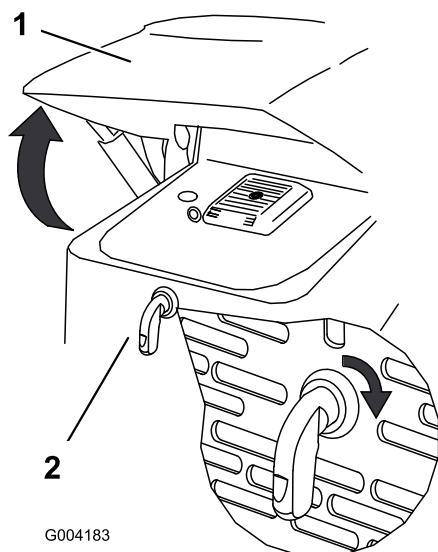

Figure 16
1. Tournez le verrou du capot dans le sens horaire (Figure 16).
2. Soulevez le capot (Figure 16).